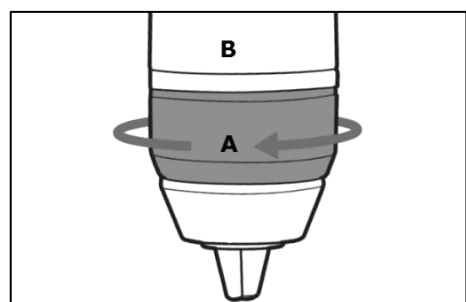

Рисунок 12.
Убедитесь, что сверло отцентрировано в зажимном патроне, Удерживая патрон за неподвижное основание (B) (рис. 12), вращайте зажимное кольцо патрона (A) по часовой стрелке – для фиксации сверла или против – для ослабления зажима.